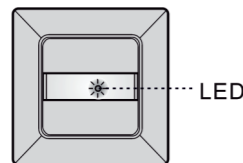

Figure 16
- 4.5.1.1 Le LED du Mc Guard se trouve derrière la lentille. (Voir figure 16).